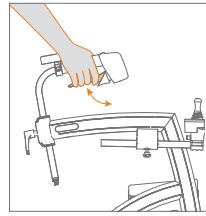

Figure 29: Relâchez le frein de stationnement.
- d. Pour retirer le déambulateur de la position de stationnement, appuyez à nouveau sur les freins à main et relâchez-les (**Figure 29**). Le déambulateur n'est plus en position de stationnement.